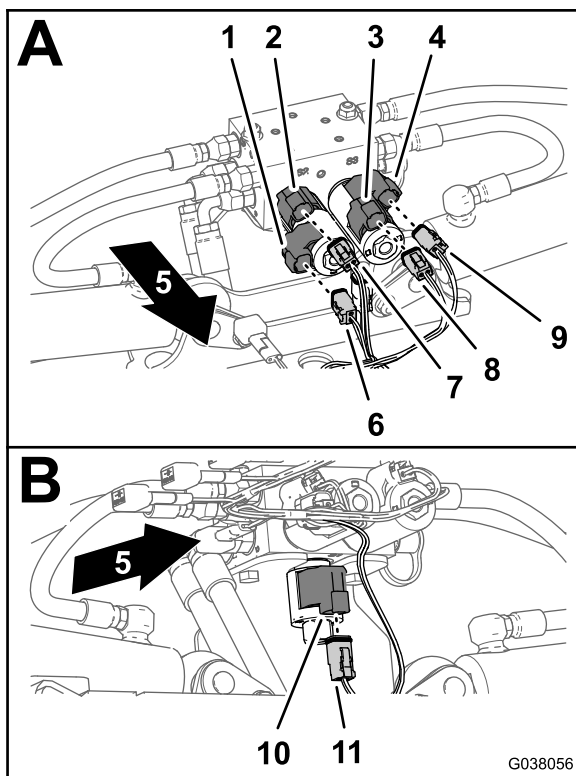

Figura 115
1. No solenoide inferior esquerdo, ligue o conector de duas tomadas da cablagem traseira rotulado LEFT DOWN SOLENOID no conector de dois pinos para o solenoide inferior esquerdo (Figura 115).
4. No solenoide inferior direito, ligue o conector de duas tomadas da cablagem traseira rotulado RIGHT DOWN SOLENOID no conector de dois pinos para o solenoide inferior direito (Figura 115).
5. Na parte inferior do coletor do cilindro de elevação, ligue o conector de duas tomadas da cablagem traseira rotulado ENABLE SOLENOID no conector de dois pinos para o solenoide de ativação (Figura 115).
2. No solenoide superior esquerdo, ligue o conector de duas tomadas da cablagem traseira rotulado LEFT UP SOLENOID no conector de dois pinos para o solenoide superior esquerdo (Figura 115).
3. No solenoide superior direito, ligue o conector de duas tomadas da cablagem traseira rotulado RIGHT UP SOLENOID no conector de dois pinos para o solenoide superior direito (Figura 115).